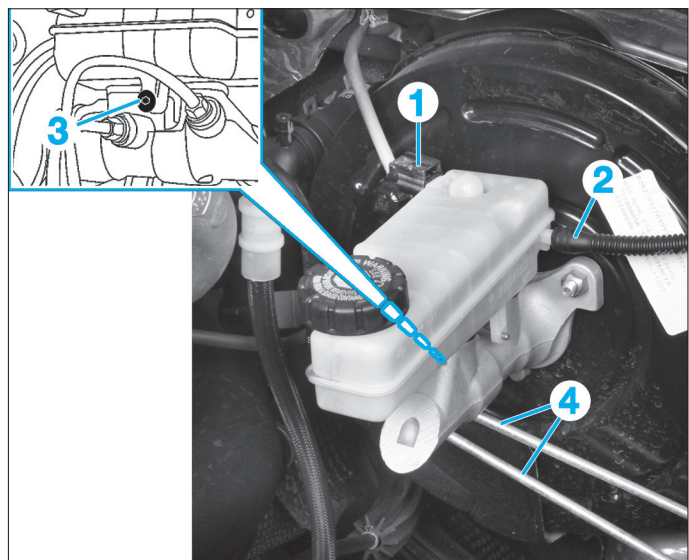

FIG. 13
- Débrancher le connecteur électrique (1) du réservoir de compensation de liquide de frein (Fig.13).
- le tuyau d'alimentation (2) de l'émetteur d'embrayage du réservoir,